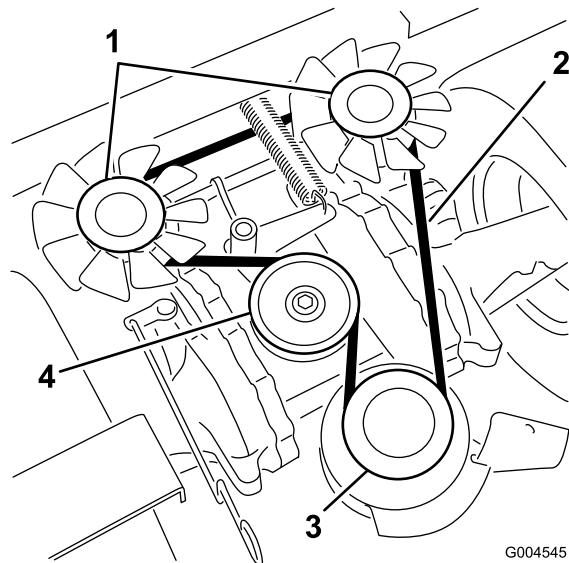

Bild 47
3. Entfernen Sie die Schraube von der Kupplungsbefestigung und ziehen Sie das Elektrokabel der Kupplung ab (Bild 47).
4. Ziehen Sie am Spannscheibenarm, um die Riemenspannung an der Spannscheibe zu lösen (Bild 47).
5. Nehmen Sie den Pumpenkeilriemen von den Motor- und Hydraulikpumpenscheiben ab (Bild 47).
6. Legen Sie einen neuen Riemen um die Motor- und Hydraulikpumpenscheiben (Bild 47).
8. Lösen Sie den Druck auf den federgespannten Spannarm (Bild 47).